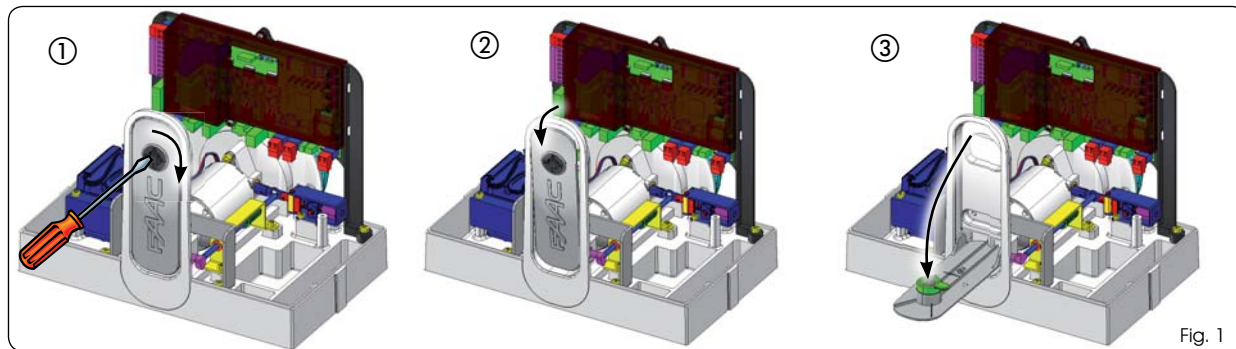

Fig. 1
1. Tourner le déverrouillage dans le sens horaire d'après la Fig. 1 réf. ①. Le levier de déverrouillage sera légèrement écarté du corps de l'opérateur (Fig. 1 réf. ②)
2. Baisser totalement le levier de déverrouillage jusqu'à l'arrêt mécanique, Fig. 1 réf. ③.